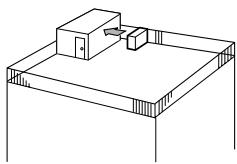

Fig. 2-3
- ① Τοποθετήστε τη μονάδα ώστε το στόμιο εξαγωγής του αέρα να είναι στραμμένο προς τον πλησιέστερο διαθέσιμο τοίχο και να απέχει περίπου 100 cm. (Fig. 2-3)